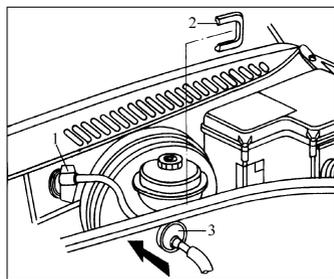

图 1-27 将节气门拉索和拉索定位件穿过隔板
- 1) 如图 1-27 所示，将带支座 3 的节气门拉索和拉索定位件 1 穿过箭头所示的隔板。